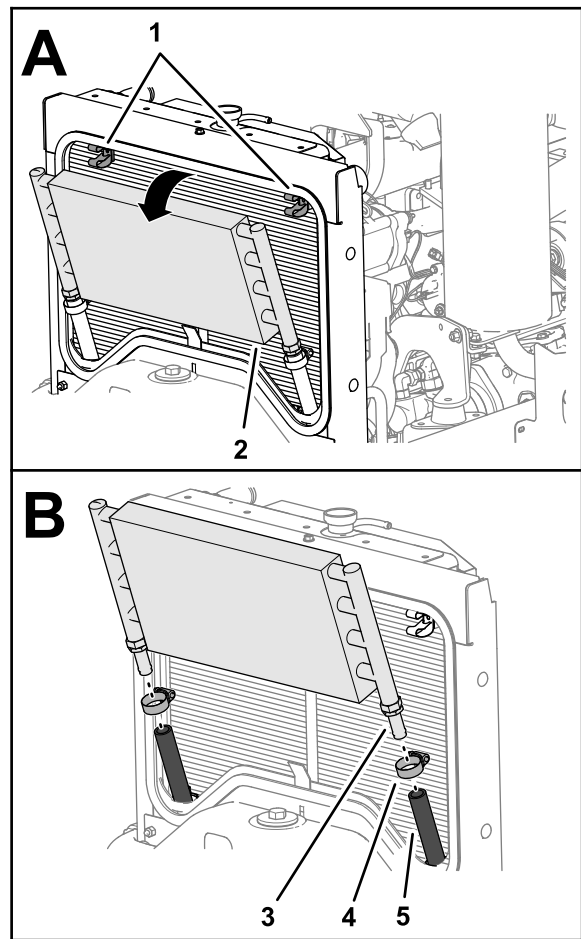

Рисунок 14
4. Потяните верхнюю часть охладителя гидравлической жидкости назад, чтобы отсоединить его от двух зажимов (Рисунок 14).
5. Снимите 2 шланговых хомута, которые крепят шланги к штуцерам типа «елочка» в нижней части охладителя гидравлической жидкости (Рисунок 14).
6. Отсоедините охладитель от шлангов и снимите его с машины (Рисунок 14).